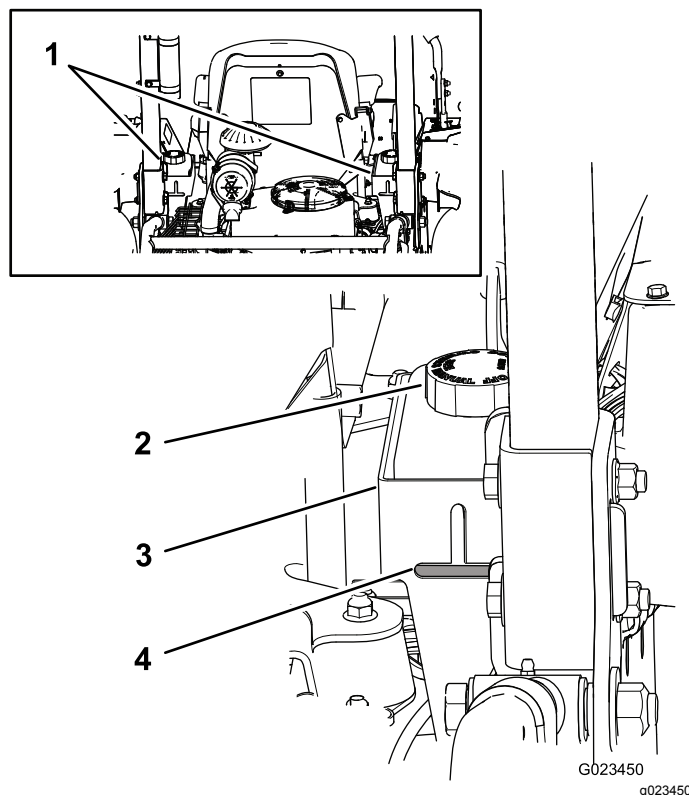

图17
机器的两个液压油箱在出厂时已加满高品质液压油。检查液压油的最佳时间是液压油冷却时。机器应处于行走配置中。如果液压油油位低于液压油箱 图17 背面的观察窗口水平部分的顶部请添加液压油直至液压油油位达到可接受的油位。**切勿将油箱加得过满。**如果液压油油位位于观察窗口水平部分的顶部则无需添加。推荐的替代液压油为
注意 液压油油位应达到每个开口的底部如 图17 中所示。
- A. 清洁液压油箱盖周围的区域防止杂物进入系统图17。